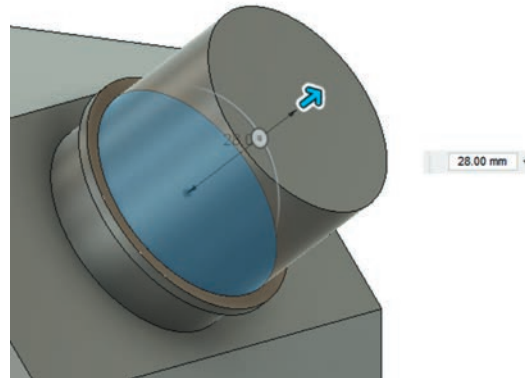

Рис. 43. «Вытягивание» горловины
2.16. С помощью инструмента **Extrude** из группы **Create** «вытянем» внутреннюю окружность ещё на **28 мм** (рис. 43).